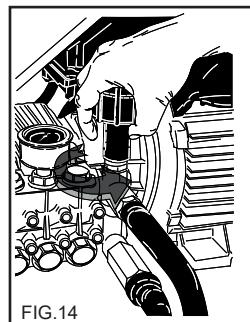

FIG.14
Dette kapitel behandler kun de modeller som er udstyret med "trykregulerende" anordning. Trykregulatoren, fig. 14, giver brugeren mulighed for at indstille arbejdstrykket. Når knap C drejes mod uret (B) (minimum), nedsættes driftstryk.